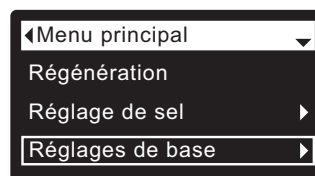

FIG. 43
1. À partir d'un écran d'état dynamique, appuyez sur le sélecteur (O) pour afficher le **Menu principal**.
2. Appuyez sur le bouton BAS (▼) pour faire défiler les options du menu et mettre en encadré **Réglages de base** (cf. Figure 43).